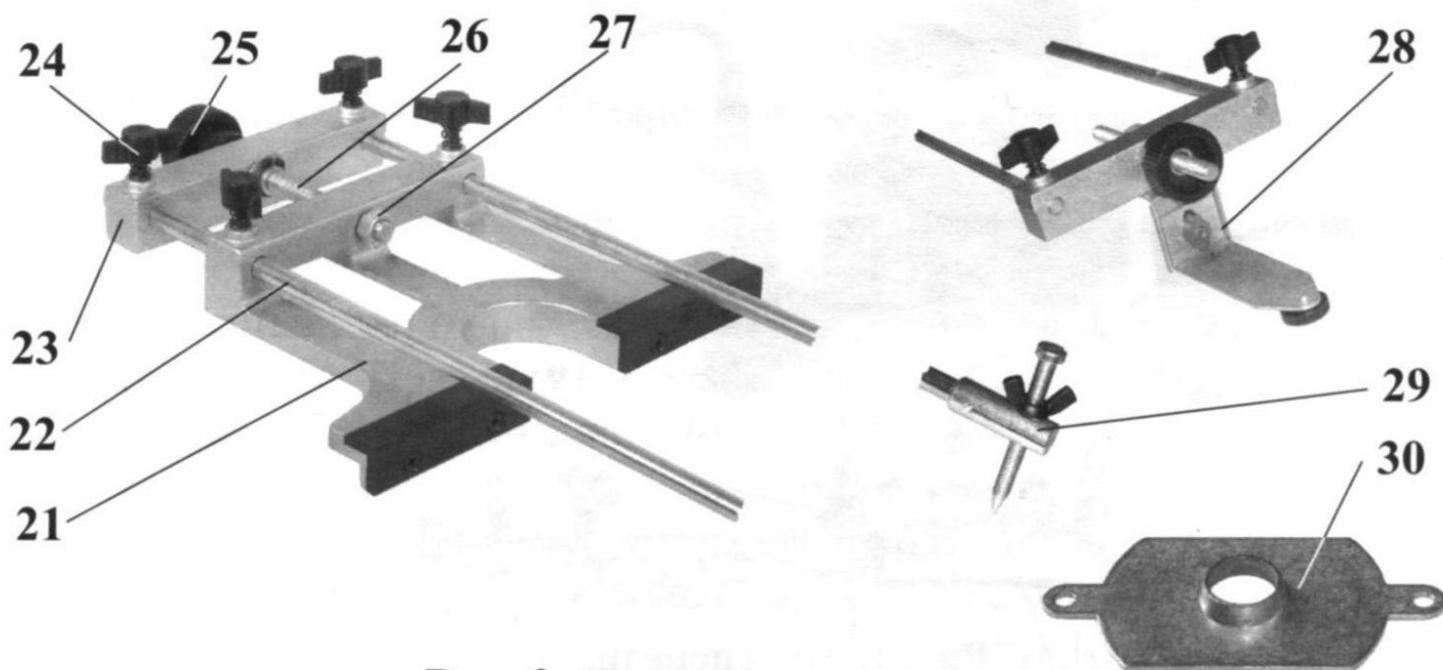

Рис. 3. Принадлежности
4.2. Устройство направляющей линейки и копира представлено на рис. 3
4.10. Машина может оснащаться различными приспособлениями, облегчающими выполнение отдельных видов работ: направляющей линейкой, копирами, центр. (см. рис.3).